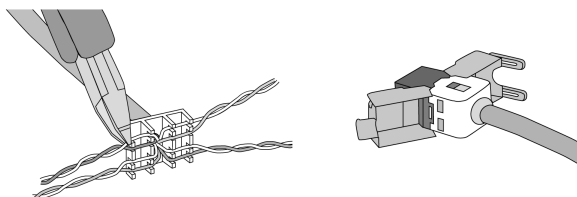

Bild 5: Anschluss Adapterstecker an Ethernet-Leitung
- Ethernet-Leitung an den Ethernet-Adapterstecker anschließen. Hierzu die Ethernet-Adern abmanteln, nicht abisolieren und in den Deckel des Adaptersteckers einlegen. Überstehende Adern kürzen und Deckel lagerichtig auf den Adapterstecker schieben (Bild 5).
- Beiliegende Ethernet-Adapterleitung an Klemme (11) und an Ethernet-Adapterstecker anschließen.